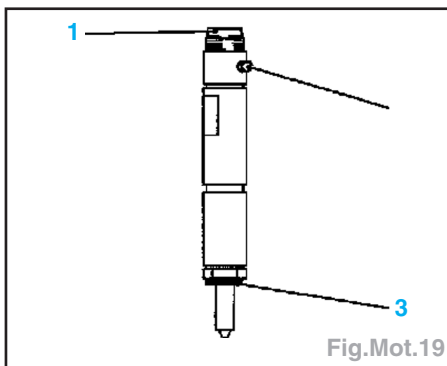

Fig.Mot.19
- Monter les bagues d'étanchéités neuves (1) et (3) sur l'injecteur (Fig.Mot.19).